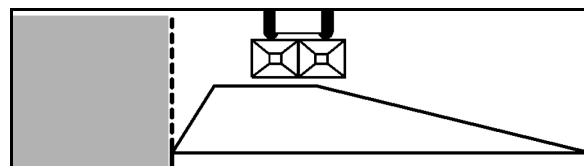

Fig. 72
2. Grøftspredning etter gjødsselforskrifter (Fig. 72):